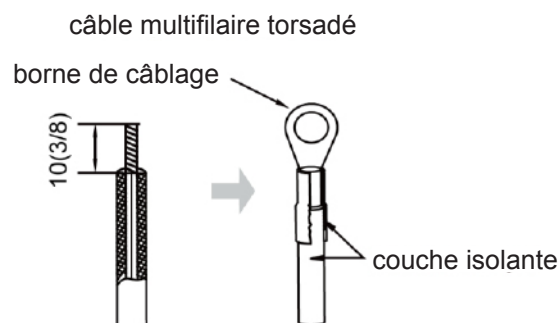

Fig. 14
- (2) Connexion du fil multibrins (comme sur la fig. 14).